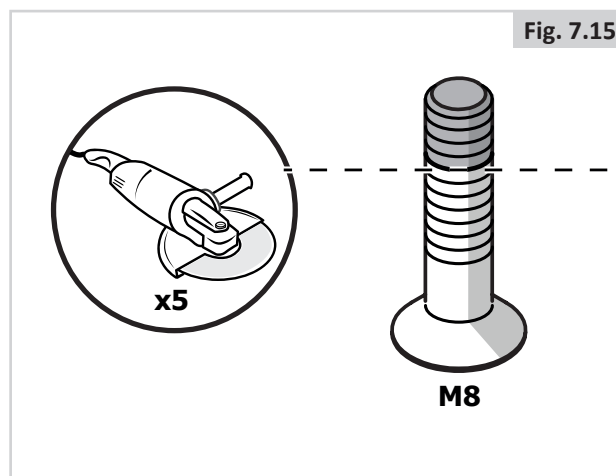

Fig. 7.15
6. Découpez les vis à l'endroit indiqué (Fig. 7.15).